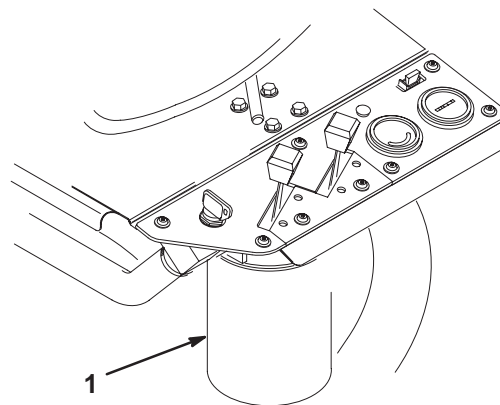

Bild 42
2. Reinigen Sie den Anbaubereich des Filters (Bild 42). Stellen Sie ein Auffanggefäß unter den Filter und entfernen den Filter.